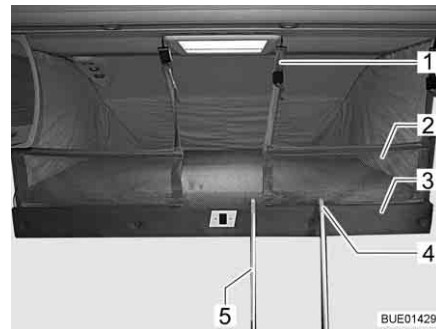

Bild 103 Högbar säng med uppspänt skyddsnet
Om det finns ett skyddsnet, ligger skyddsnetet (Bild 103,2) med säkerhetsremmarna befinner sig under madrassen i den höjbara sängen. Skyddsnetet ska först monteras när personerna som ska sova där befinner sig på den höjbara sängen.
- Haka fast säkerhetsremmarna (Bild 103,1) i krokarna i taket.
- Haka in trappstegens (Bild 103,5) två byglar (Bild 103,4) på den höjbara sängens list (Bild 103,3).